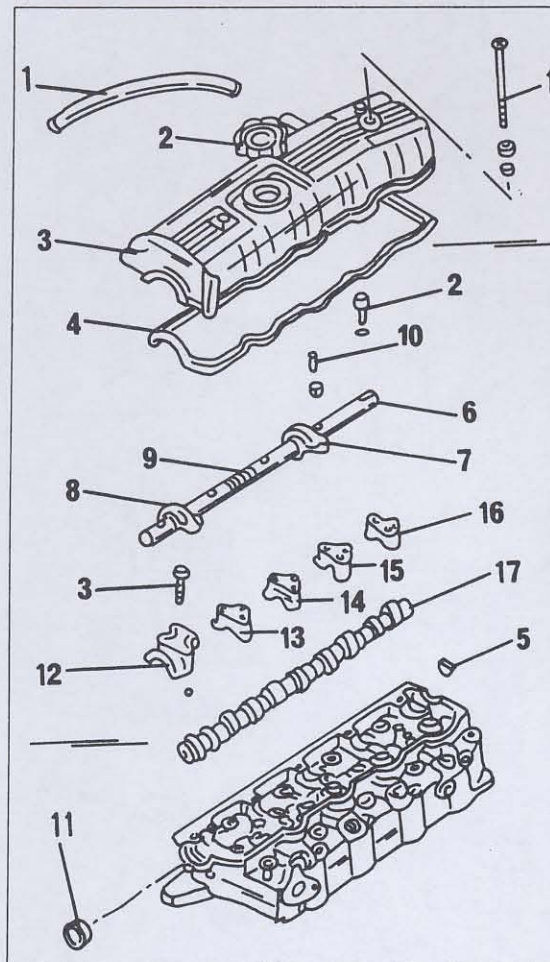

Bild 61
Die folgenden Punkte sind bei der Kontrolle der genannten Teile eines Dieselmotors zu beachten. Die Einzelteile der Welle sind in Bild 61 gezeigt:
- Die verbleibenden Arbeiten sind ähnlich, wie sie für die Benzinmotoren beschrieben wurden. Zahnriemen und andere Teile der Steuerung montieren, wie es im betreffenden Kapitel beschrieben wird. Bild 61 zeigt die Teile der Kipphebelwelle des Dieselmotors zur Hilfe. Nach Einbau aller Teile die Ventilspiele im kalten Zustand einstellen und auf die vorgeschriebenen Betriebswerte bringen, nachdem der Motor später seine Betriebstemperatur erhalten hat.